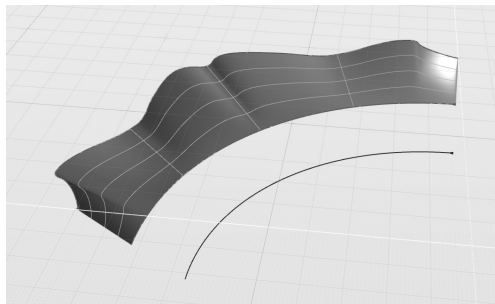

图 5-152 绘制放样曲面
2) 激活“放样”工具, 针对外圈轮廓及第 1 条圆曲线进行放样, 如图 5-152 所示。